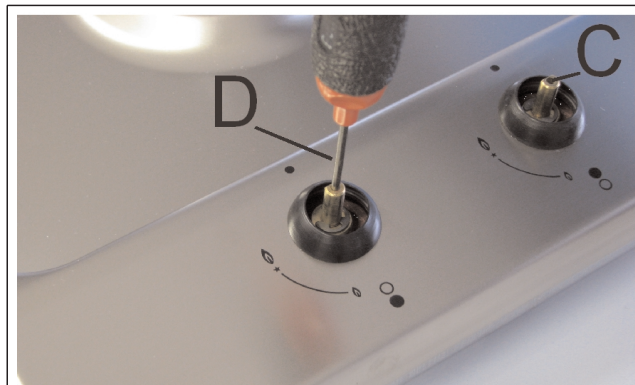

FIG. 12
- Togliere la manopola (fig. 12) del rubinetto fissata per semplice pressione sull'astina dello stesso.
(fig. 12) e girare a destra o a sinistra la vite di strozzamento fino a che la fiamma del bruciatore sia regolata convenientemente al "Minimo".